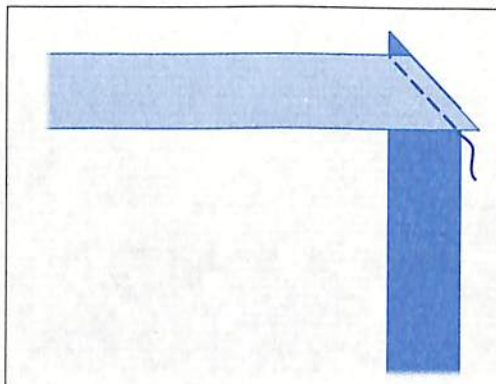
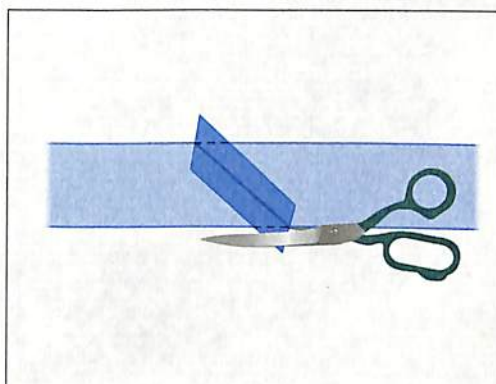

Рис. 54. Наложение косых беек под прямым углом при стачивании
Рис. 55. Стачанные косые бейки
2. Стачайте короткие бейки в одну длинную полоску, равную длине обрабатываемого среза. Для этого сложите две бейки лицевой стороной друг к другу под прямым углом, совместите срезы и стачайте по долевой нити швом шириной 3–5 мм (рис. 54). Разутюжьте припуски на шов (или заутюжьте, если ткань тонкая). Срежьте выступающие уголки (рис. 55). Если у вас выкроена одна бейка достаточной длины, эта операция не требуется.